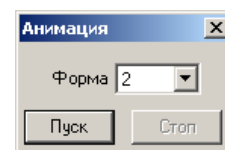

Рис.1.21.11. Окно диалога **Анимация**
- В открывшемся окне диалога **Анимация** (рис. 1.21.11) выполните следующие действия: